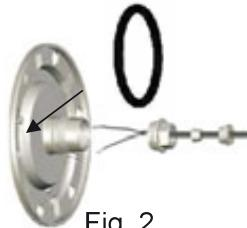

Fig. 2
- Installez le joint torique noir adapté à la prise balai au niveau du filetage arrière (Fig.2)
- Refermez la chambre de connexion étanche et serrez avec un outil adapté (Fig.2)
- Passez le joint silicone sur le câble et vissez à fond le presse étoupe avec un outil adapté (Fig.2)
- Passez le câble (4) à travers la traversée de paroi, faites-le glisser jusqu'à la boîte de connexion (5) et tendez-le
- Vissez le support (2) jusqu'à serrage complet à la main contre la prise balai (3)
- At the back of the projector, install the black gasket with the size adapted to the vacuum fitting model (Fig.2)
- Close the connexion room and tighten with an adapted tool (Fig.2)
- Put the silicone gasket on the cable and screw tightly the gland with an adapted (Fig.2)
- Pass the cable through the inlet fitting (4), and connect it in the junction box (5)
- Screw on the support (2) with hand to a complete blockage against the vacuum fitting (3)